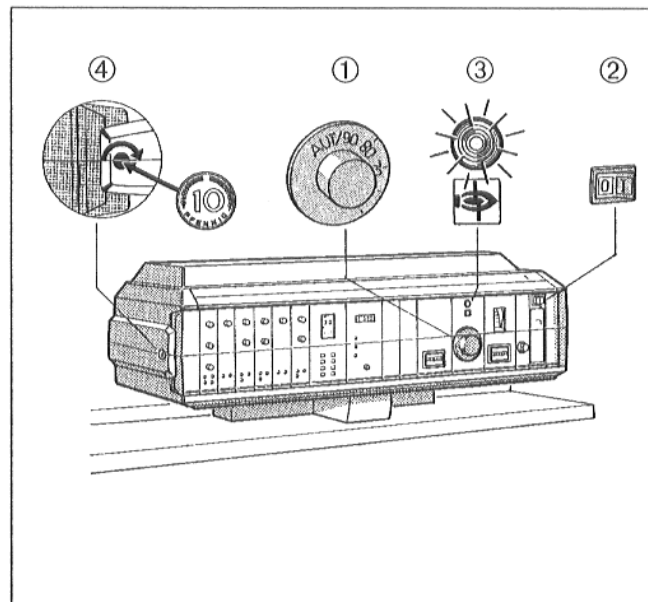

Рис. 1 – HS 3320
- Шлиц винта ④ прозрачной крышки устройства регулирования установить в горизонтальное положение (например, с помощью монеты – Рис. 1).
- Снять прозрачную крышку, подав ее по направлению вперед (Рис. 1).
- Задействовать переключатель "Работа" ② установив его в положение I (ВКЛ).
- Настроить регулятор температуры воды подающей линии котла ① на желаемое значение температуры.
- Установить обратно прозрачную крышку (Рис. 1).
- Шлиц винта ④ справа и слева на прозрачной крышке устройства регулирования перевести в горизонтальное положение (для этого использовать, например, монету – Рис. 1).
- Снять прозрачную крышку, подав ее вперед (Рис. 1).
- Установить переключатель "Работа" ② в положение 0 (ВЫКЛ).